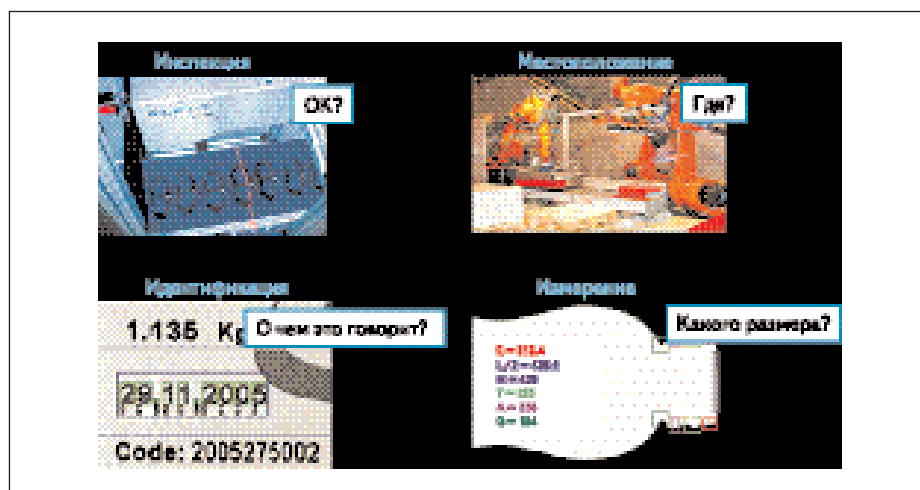

Рис. 1. Задачи, решаемые машинным зрением
Машинное зрение позволяет решать множество задач, но все их условно можно разделить на четыре группы (рис. 1):
- **Инспекция.** В приложениях, связанных с инспекцией, цель машинного зрения — подтвердить определенные свойства, например, наличие или отсутствие этикетки на бутылке, болтов для проведения операции сборки, шоколадных конфет в коробке или наличие различных дефектов. На рис. 1 видеокамера проверяет тормозные колодки на наличие дефектов.